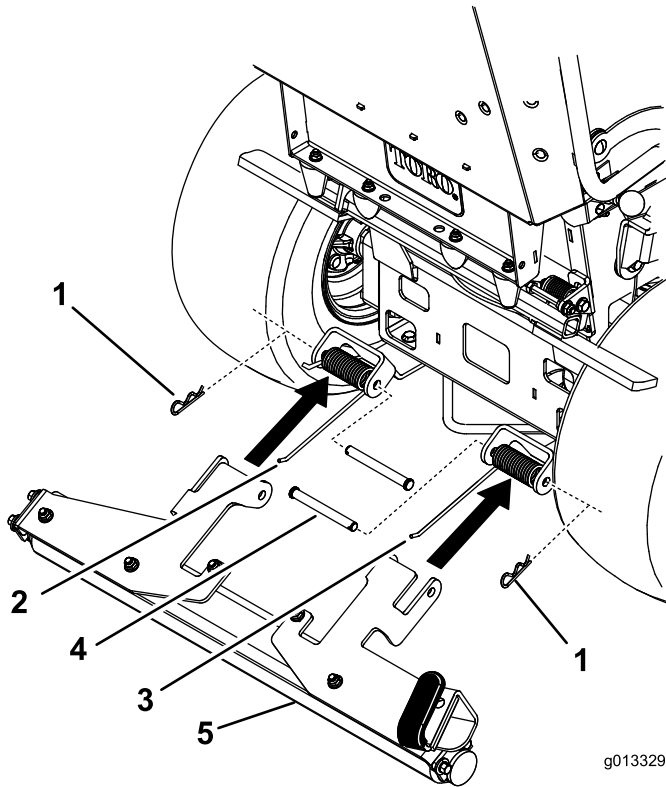

Figura 3
- Coloque los muelles en los soportes de montaje (Figura 3). El extremo corto exterior del muelle debe colocarse en la ranura del soporte del rodillo.
- Coloque el conjunto del rodillo en los soportes de montaje del rayador (Figura 3).
- Introduzca el pasador a través del soporte de montaje, el soporte del rodillo y el muelle, y sujételo con un pasador de horquilla (Figura 3).